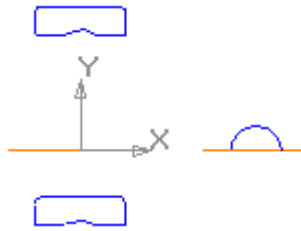

Рисунок 4.6 – Результати усікання зображення
7. Верхнє зображення окружності (кульки) з віссю скопіюйте, використовуючи інструмент **Копіювання**  і розмістіть осторонь. Непотрібні частини вертикальних ліній і частини дуг обріжте, використовуючи команду **Усікти криву** . У результаті повинна вийти таке зображення (рис. 4.6):